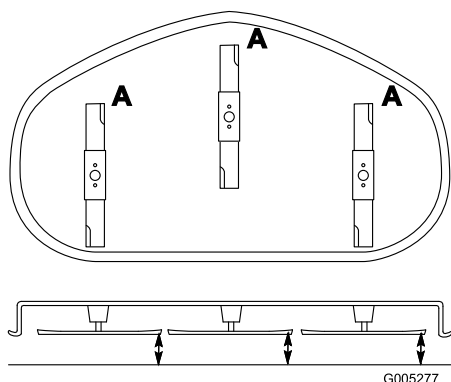

Figura 39
2. Gire las cuchillas hasta que los extremos estén orientados hacia adelante y hacia atrás (Figura 39). Mida desde una superficie nivelada hasta el filo de corte, posición **A**, de las cuchillas (Figura 39). Anote esta dimensión.